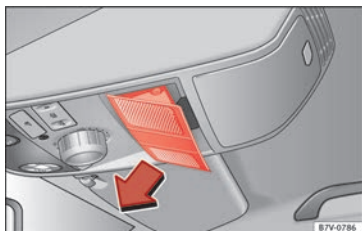

Abb. 15 Im Dachhimmel: Abdeckung entfernen.
- Abdeckung in Pfeilrichtung entfernen » **Abb. 15**.